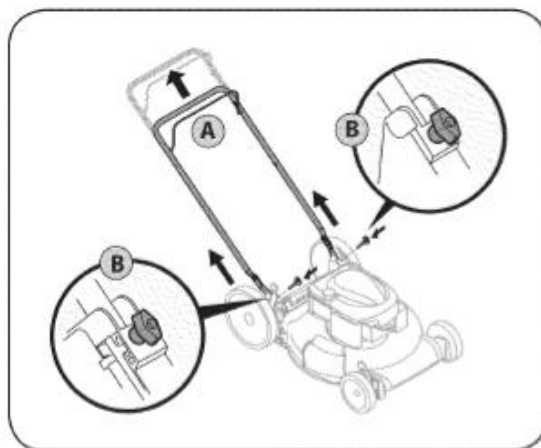
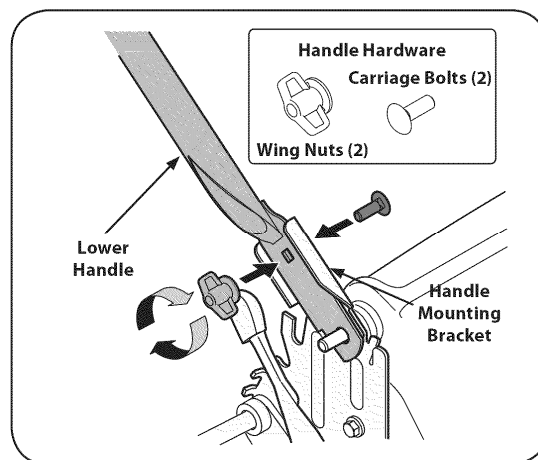

РИС. 1
РИС. 2
- А. Потяните назад верхнюю ручку, как показано на Рис. 1. Удостоверьтесь, что нижняя ручка плотно прикреплена, займитесь монтажом кронштейна Рис. 2. Будьте внимательны, чтобы тросики не попали под рукоятку, во время монтажа.
2. Вставьте болт, который Вы сможете найти при монтаже ручки в прикрепленном пакете, там же Вы найдете гайку с пластиковыми крыльями. Повторите те же действия с другой стороны ручки, как показано на Рис.2.